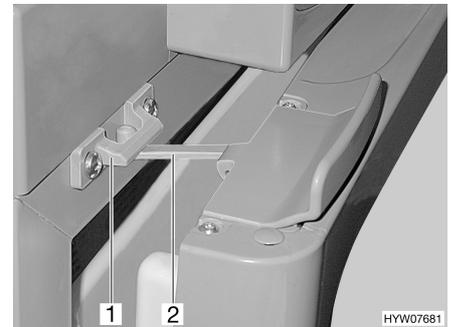

Bild 95 Kühlschrankschranktür in Lüftungsstellung (Thetford)
■ Verriegelung (Bild 95,2) aufklappen und in der Verriegelungsaufnahme (Bild 95,1) einrasten. Die Kühlschrankschranktür bleibt damit leicht geöffnet.